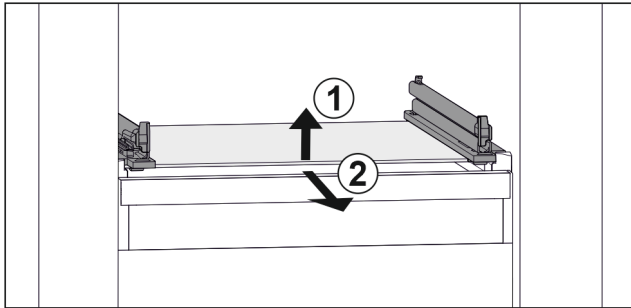

Fig. 102 Beispielhafte Darstellung der Glasplatte
- Glasplatte vorne anheben. Fig. 102 (1)
- Glasplatte nach vorne entnehmen. Fig. 102 (2)